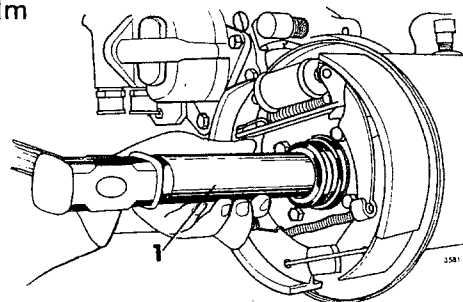

Fig 08-16. Montering av tätning-ring
7. Montera främre utgående axeln och lagret i främre lagerhuset. Montera tätningsringen, se fig 08-16. Montera kopplingshylsa, skiftaxel och -gaffel.
8. Pressa i tätningringen enligt fig 08-16.